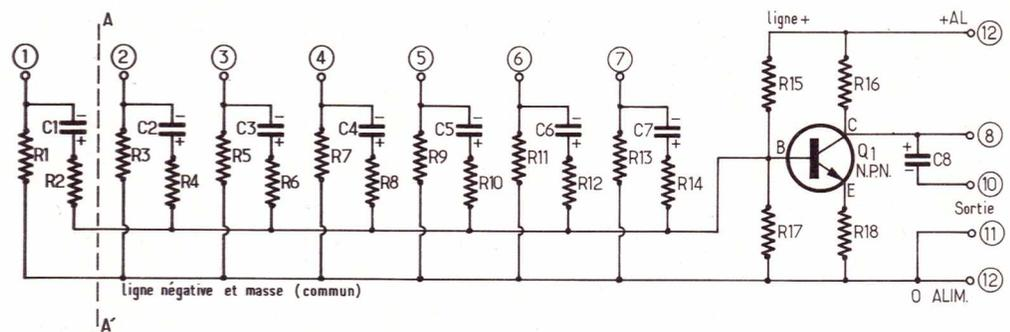

Figure 2
Voici à la figure 2, le schéma d'un mélangeur de la première catégorie dont le montage comprend, à titre d'exemple, sept entrées, mais l'expérimentateur peut aussi bien réduire ou augmenter autant qu'il voudra le nombre des entrées. Ainsi, pour supprimer une entrée, il suffira de supprimer la partie à gauche de la ligne pointillée AA'.
Considérons le schéma de la figure 2 et plus particulièrement le premier circuit (entrée 1) monté à gauche du pointillé. L'entrée se fait entre point (1) et la ligne de masse.
En général, le montage de la figure 2 convient très bien pour des microphones, enregistreurs ou autres sources de signaux BF. Le dispositif de mélange est réalisé par  $Q_1$  qui reçoit très bien les signaux appliqués aux entrées, après leur réduction, sur la base. Celle-ci est polarisée par le diviseur de tension  $R_{15}-R_{17}$ . La charge de collecteur est  $R_{16}$  et c'est aux bornes de cette résistance qu'apparaît la tension correspondant aux signaux mélangés.
En plus de la possibilité de faire varier le nombre N des entrées, d'autres modifications sont admissibles pour le montage de la **figure 2**.